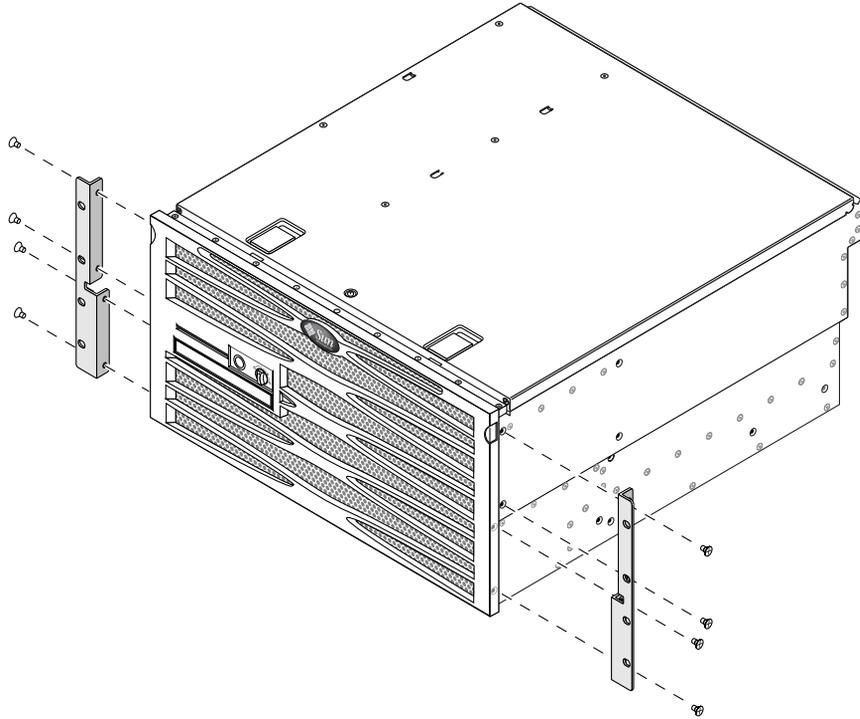

FIGURA 3-18 Fijación de los soportes de montaje fijo al servidor
2. Mediante ocho de los tornillos Phillips de cabeza plana M5 × 8 mm (cuatro tornillos por cada soporte), fije los soportes de montaje fijo a los lados del servidor (FIGURA 3-18).